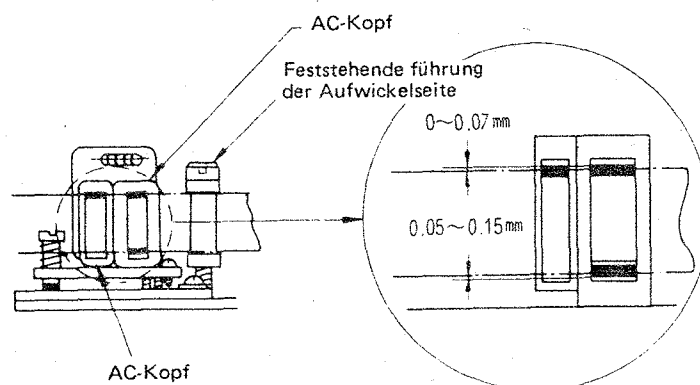

Abb. 35
3. Prüfen, ob der AC-Kopf die in Abb. 35 gezeigte Höhe und Neigung zum Band aufweist.
- 4) Wenn eine Einstellung erforderlich ist, die Abstimmung mit den -A- (2) und -B-Schrauben (2) durchführen. Die Schrauben leicht festziehen.
- 5) Die Höhe des AC-Kopfes zum Band wie in Abb. 35 gezeigt überprüfen.